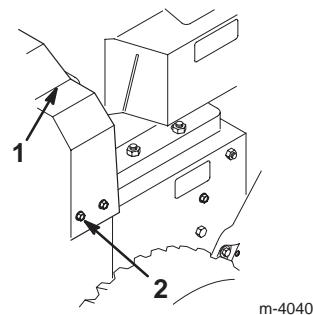

Bild 27
3. Entfernen Sie die drei Schrauben, mit denen die Riemenabdeckung befestigt ist, und legen Sie die Abdeckung zur Seite (Bild 27).